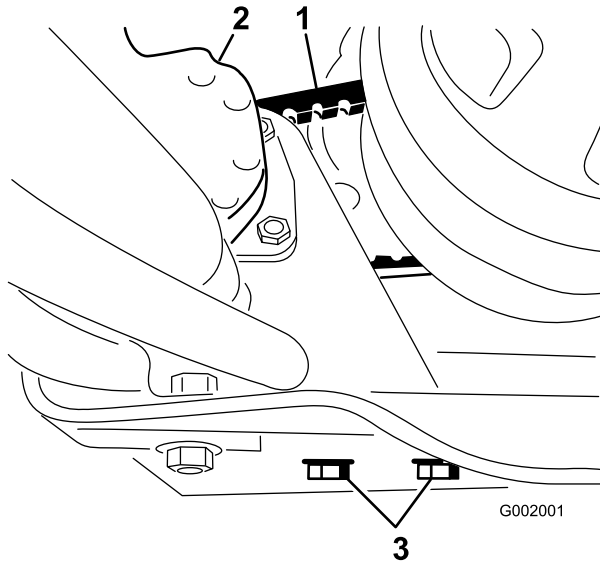

Bild 63
2. Lösen Sie die Befestigungsschrauben der Lenkpumpe (Bild 63).